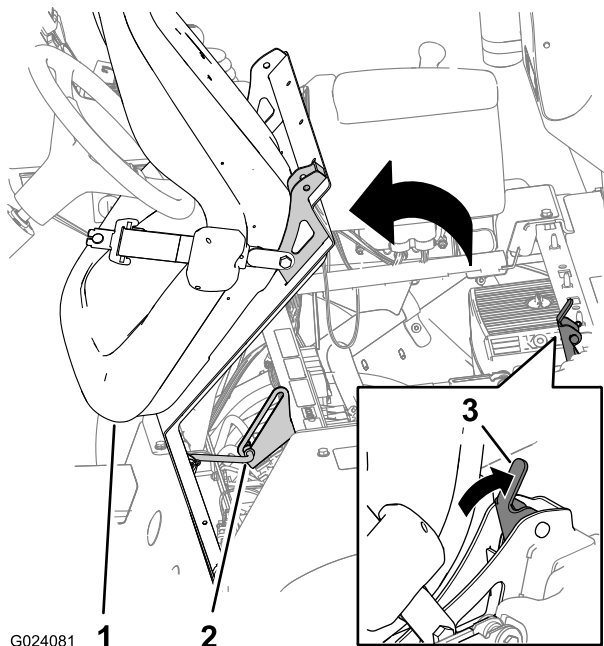

Figura 2
2. Desenganche el asiento empujando hacia atrás la palanca de enganche del asiento (Figura 2).
3. Gire el asiento y la chapa del asiento hacia delante, hasta que el extremo de la varilla de sujeción esté en la parte inferior de la ranura del soporte (Figura 2).